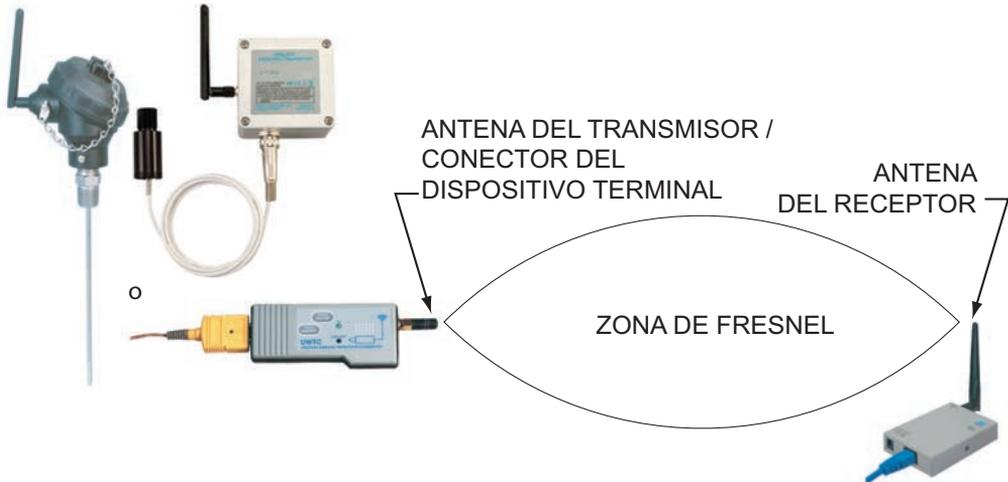

Figura 5.2 Zona de Fresnel
4. Mantenga una línea de visión entre las antenas y la zona de Fresnel libre de obstrucciones. Consulte la **figura 5.2**.